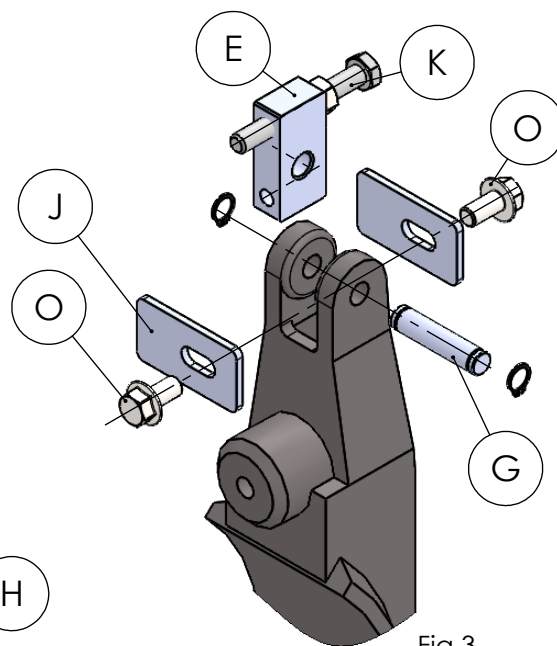

Fig.3
- Inserire il tirante "F" M10x190 e fissarlo sulle pieghe della staffa "C" (vedi fig. 3 e 4)